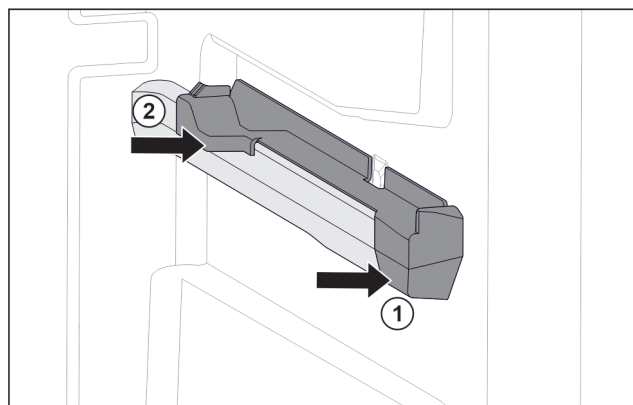

Fig. 32 Elemento inseribile sulla nervatura destra del contenitore
- Posizionare l'elemento inseribile sulla parte anteriore della nervatura del contenitore. Fig. 32 (1)
- Premere l'elemento inseribile sulla parte posteriore. Fig. 32 (2)